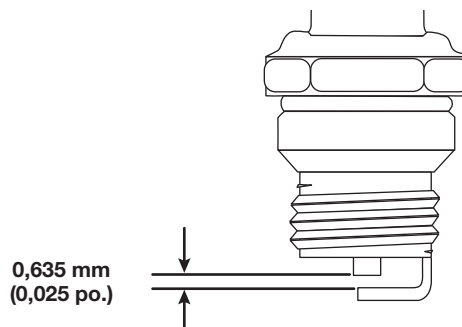

Fig. 20
4. Utilisez une jauge d'épaisseur pour régler l'écartement à **0,635 mm (0,025 po.)** (Fig. 20).